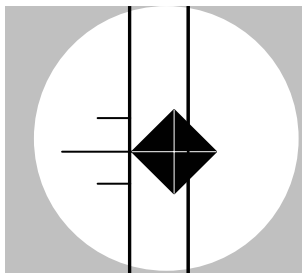

图 5-8 移动左边细线到压痕左尖端
5. 向左移动测微目镜的细线定位鼓轮，使左边的线刚好卡在压痕对角线的左尖端并与之垂直，见图 5-8。此操作将使两根线都一起移动。